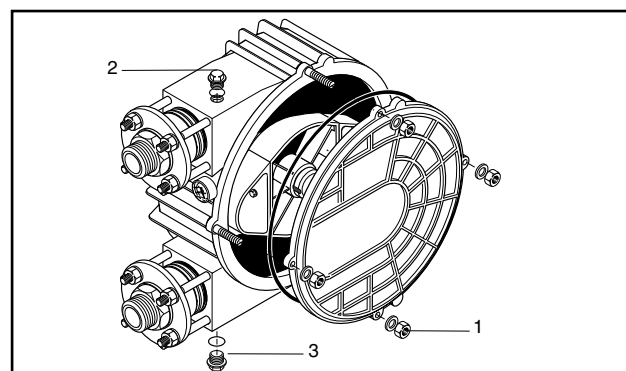

Fig. 27 Cabezal de bomba
3. Desatornillar el tornillo de cierre (pos. 2, fig. 27), desenroscar el tapón de la válvula de salida de aceite (pos. 3, fig. 27) y dejar salir el líquido deslizante a un recipiente.
4. Retirar la tapa de la bomba y la junta después de desenroscar las 4 tuercas de la tapa (pos. 1, fig. 27) y vaciar el líquido deslizante restante del cuerpo de la bomba en el depósito colector.